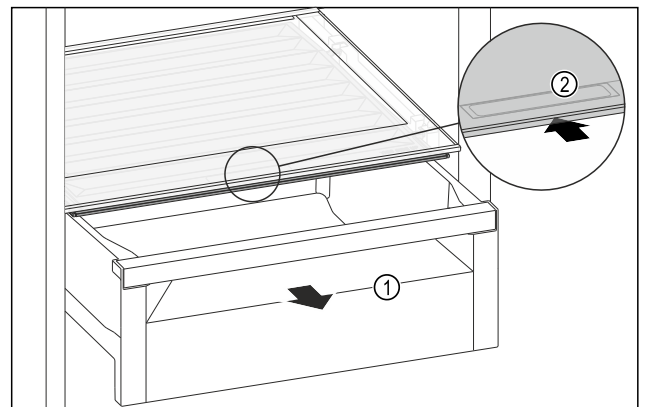

Fig. 207
- Vedä säilytyslokeron Fig. 207 (1) ulos.
- Tartu lokeron kannessa olevaan tartuntakohtaan Fig. 207 (2) ja vedä lokeron kantta samanaikaisesti taaksepäin.